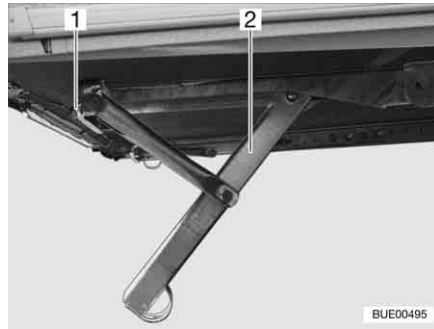
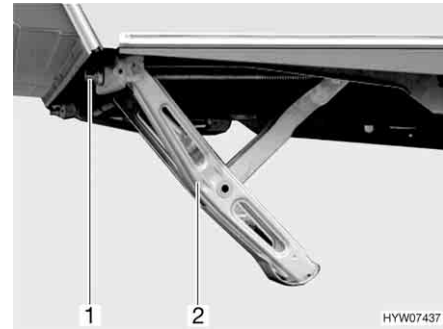

Bild 18 Vevstöd nedvevat (variant 1)
Bild 19 Vevstöd nedvevat (variant 2)
- Sätt den medföljande handveven mot sexkanten (Bild 18,1 resp. Bild 19,1) på vevstödet (Bild 18,2 resp. Bild 19,2).